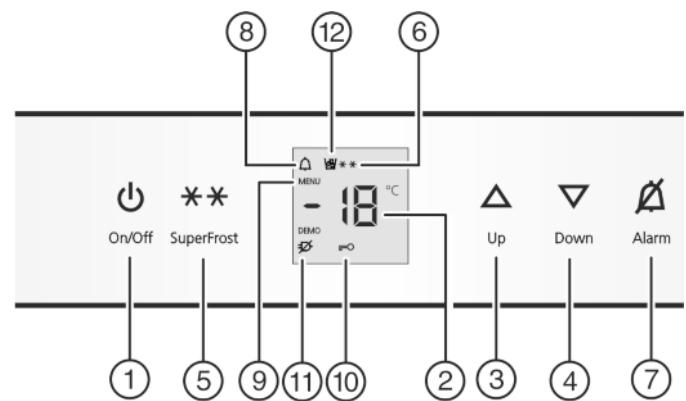

Fig. 2
- ▶ Pulse la tecla On/Off Fig. 2 (1).
- ▶ Activar el modo de ajuste: pulse la tecla SuperFrost Fig. 2 (5) durante aprox. 5 s.
- ▷ El símbolo de menú Fig. 2 (9) se ilumina.
- ▶ Pulse brevemente la tecla SuperFrost Fig. 2 (5) para confirmar.
- ▶ Para activar el bloqueo contra la manipulación por niños, pulse brevemente la tecla SuperFrost Fig. 2 (5).
- ▷ El símbolo del bloqueo contra la manipulación por niños Fig. 2 (10) se ilumina. En el indicador parpadea **c**. Si se visualiza **c0** en el indicador:
- ▶ Para desactivar el bloqueo contra la manipulación por niños, pulse brevemente la tecla SuperFrost Fig. 2 (5).
- ▷ El símbolo del bloqueo contra la manipulación por niños Fig. 2 (10) se apaga. En el indicador parpadea **c**.
- ▶ Desactivar el modo de ajuste: pulse la tecla On/Off Fig. 2 (1).
- ▶ Pulse la tecla Alarm Fig. 2 (7).
Simultáneamente, parpadea la indicación de temperatura y el símbolo de alarma Fig. 2 (8).
El tono de aviso se desactiva automáticamente, el símbolo de alarma Fig. 2 (8) se apaga y la indicación de temperatura deja de parpadear cuando la temperatura vuelve a descender lo suficiente.
► Ajuste de aumento de temperatura: Pulse la tecla de ajuste Up Fig. 2 (3).
► Ajuste de descenso de temperatura: Pulse la tecla de ajuste Down Fig. 2 (4).